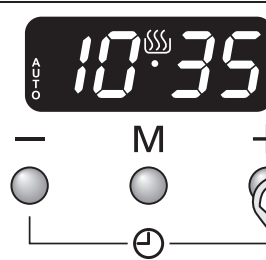

Fig. 4.5
2. Välj "stoptid" med knapparna [+] eller [-]. Displayen visar den aktuella tiden tillsammans med symbolerna AUTO och tillagning [☰] (**Fig. 4.5**).